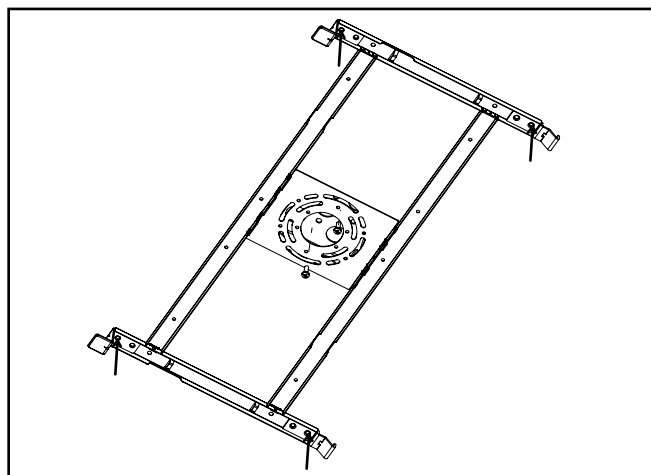

Figure 2.
6. Installez les boulons à ailettes sur le support de montage aux endroits indiqués à la figure 2. Insérez les boulons à ailettes dans les trous, puis fixez le support au plafond en serrant les boulons. Remettez les vis sur la boîte de jonction.